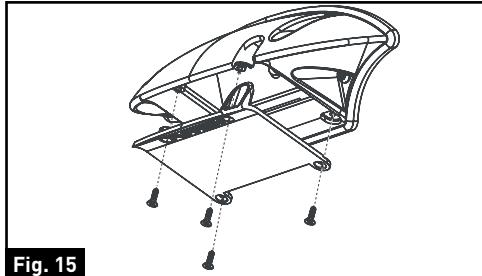

Fig. 15
- Si une caméra de porte doit être installée, retirez le couvercle du support en dévissant les quatre vis. [Fig. 15]